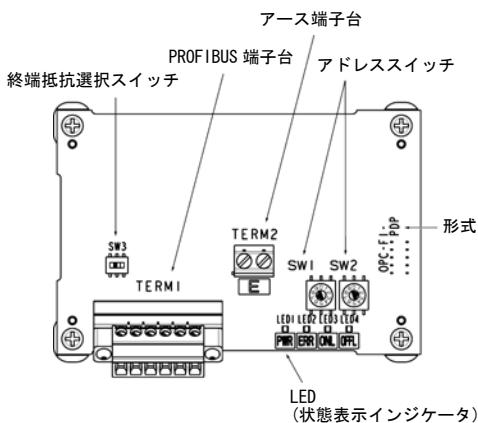

図1 カード表面
- (1) PROFIBUS DP インタフェースカードが入っていることを確認してください。
- (2) カード上の部品の破損、凹み、反りなど輸送時での破損がないことを確認してください。
- (3) カード上に形式「OPC-F1-PDP」が印刷されていることを確認してください。(図1)